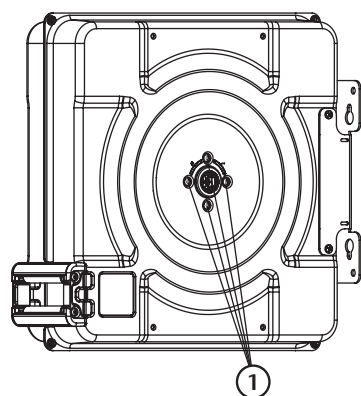

Fig. 6
3. Retirez les vis (1) (fig. 6) qui maintiennent la fixation du ressort, de sorte que le ressort soit libre et que le ressort ne prenne pas de tension même si le tambour est tourné.